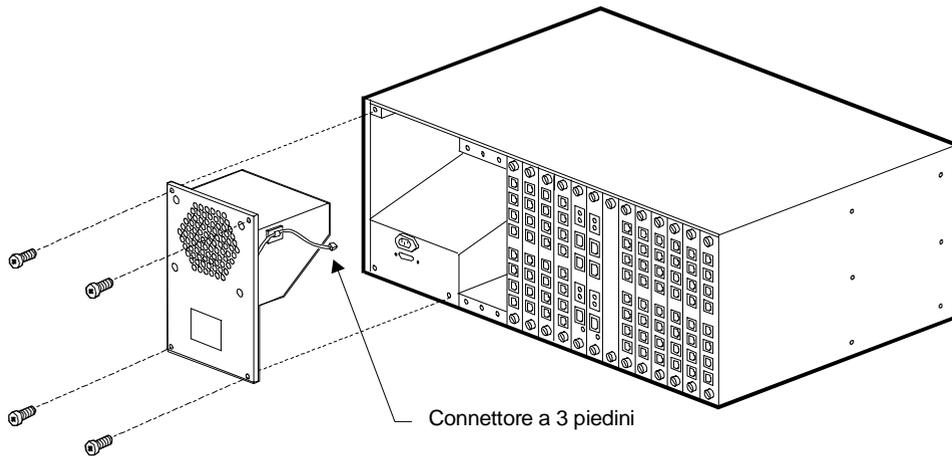

Figura C-1. Rimozione del connettore a 3 piedini e della piastra metallica
4. Rimuovere l'estremità del connettore a 3 piedini del cavo di alimentazione della ventola dal pannello centrale. Vedere Figura C-1.
5. Togliere le quattro viti che fermano la piastra metallica di protezione del gruppo ventola. Vedere Figura C-1.
6. Estrarre l'alloggiamento della ventola dallo chassis. Vedere Figura C-1.